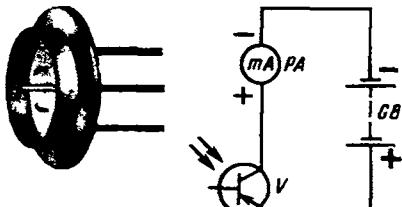

Рис. 248 Фототранзистор и схема его вклю-чения
**Фототранзисторы** — светочувстви-тельные приборы, основой которых слу-жат транзисторы. Почти любой бипо-лярный транзистор может быть превра-щен в фототранзистор. Дело в том, что у транзистора ток коллектора сильно зависит от освещенности коллекторного  $p-n$  перехода. Чтобы в этом убедиться, осторожно спили верхнюю часть корпу-са низкочастотного транзистора, напри-мер серии МП39—МП42, включи тран-зистор в цепь постоянного тока и освети его (рис. 248). Если в колlec-торную цепь включить миллиампер-метр, он при сильном освещении кри-сталла транзистора покажет возрастаю-щий до нескольких миллиампер коллек-торный ток. Это свойство транзисторов, аналогичное свойствам фотоэлементов с внутренним фотоэффектом, широко используется радиолюбителями-экспериментаторами в самодельных приборах-автоматах.